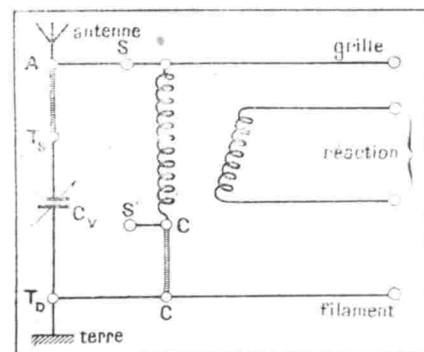

Fig. 6. — Combinaison I : Condensateur en dérivation sur l'inductance d'accord. Antenne en A, terre en Td.
I. — *Condensateur en dérivation sur l'inductance d'accord.* Antenne en A, terre en Td (fig. 6). Avec une antenne unifilaire de 60 m. et une « Coronna » n° 2 (43 microhenrys), on descend aux environs de 300 mètres (réaction : « Coronna » n° 4).